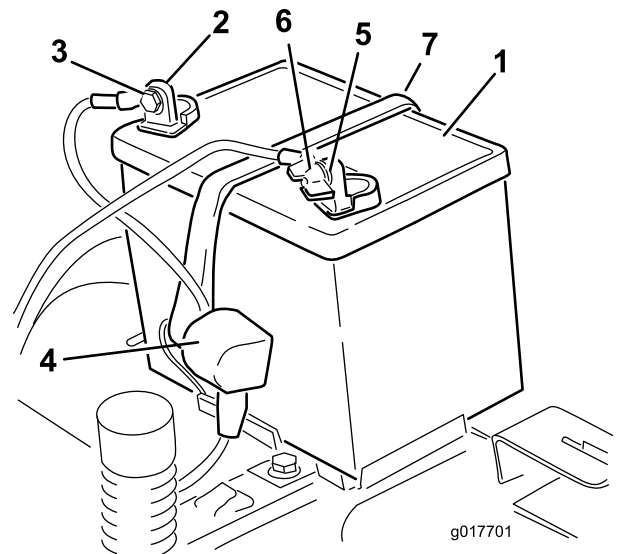

Figura 39
4. Desconecte el cable negativo de tierra (negro) del borne de la batería (Figura 39). Guarde todos los herrajes.
5. Deslice hacia arriba la cubierta de goma del cable positivo (rojo). Desconecte el cable positivo (rojo) del borne de la batería (Figura 39). Guarde todos los herrajes.
6. Retire la correa de sujeción de la batería (Figura 39) y levante la batería para retirarla de su bandeja.
1. Coloque la batería en la bandeja (Figura 39).
5. Fije la batería con la correa de sujeción (Figura 39).